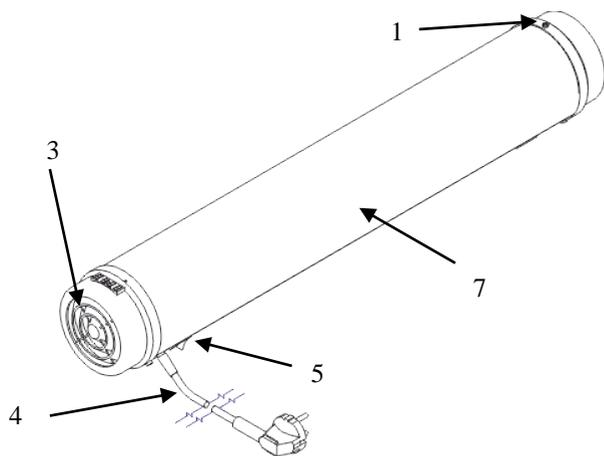

Рисунок 2
(Рис.2 поз.7), выполненного из прозрачного пластика, на внутреннюю поверхность которого нанесен люминофор, преобразующий УФ-излучение бактерицидной лампы в свет.
Защитный экран (Рис.2 поз.7) крепится к подвижной крышке винтом (Рис.2 поз.1).
6.7 РАСПОЛАГАТЬ ОБЛУЧАТЕЛЬ НЕОБХОДИМО ТАКИМ ОБРАЗОМ, ЧТОБЫ НЕ БЫЛО ВОЗМОЖНОСТИ ЗАГЛЯДЫВАТЬ В ОТВЕРСТИЯ ДЛЯ ПРОХОЖДЕНИЯ ВОЗДУХА (Рис.2 поз.3), расположенные в обеих крышках.
7.3 Включите тумблер «Сеть» (Рис.2 поз.5) – положение «I».
8.6.1 Для смены или установки лампы открутить винт (Рис.2 поз.1), приподнять подвижную крышку (Рис.1 поз.8), поочередно снять защитный экран (Рис.2 поз.7) с основания (Рис.1 поз.1) и неподвижной крышки (Рис.1 поз.7).